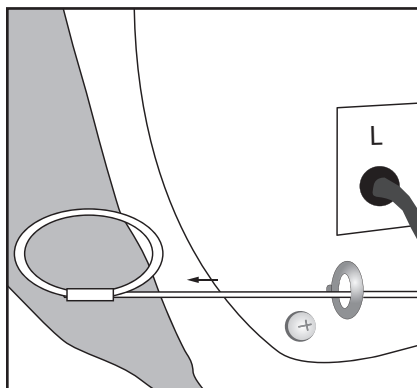

Figure 7b. Passer le câble dans l'œillet
2. Faire passer l'extrémité en boucle du câble de sécurité (l'extrémité qui n'est pas attachée au piquet) dans l'œillet prévu à cette fin sur la base de l'enceinte (figure 7b).